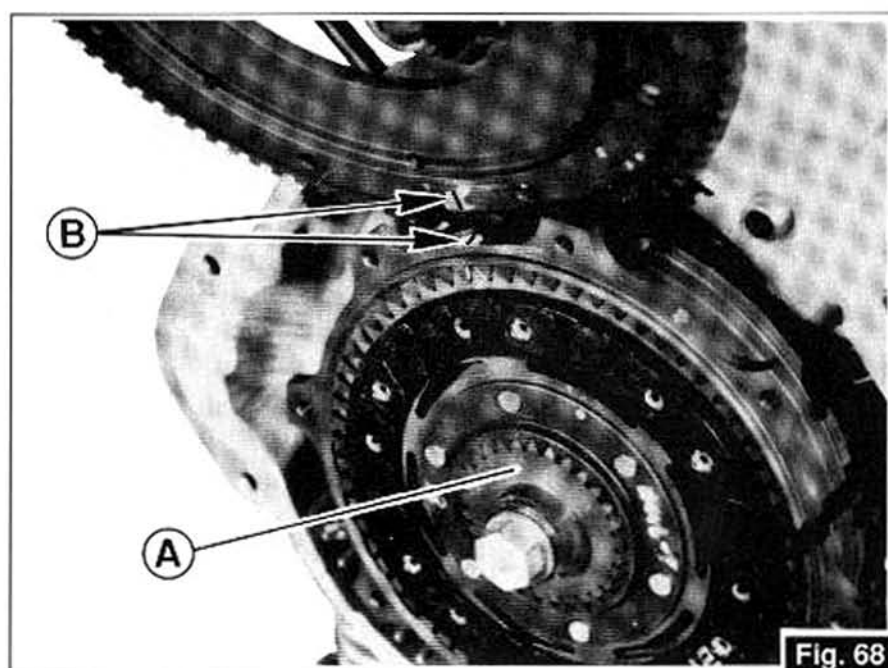

Fig. 68
- Pour le centrage des disques d'embrayage, utilisez l'outil «A» (code 30 90 65 10); bloquez les vis de fixation de la couronne dentée au volant au couple de 1,5+1,7 kgm. Lors du montage de la couronne de démarrage sur le volant, respectez les marques «B» indiquées dans la Fig. 68.
- Für die Zentrierung der Kupplungsscheiben das entsprechende Zubehörteil "A" (Cod. 30 90 65 10) verwenden; Dichtschrauben des Anlaßkranzes auf dem Schwungrad mit einem Anzugsmoment von 1,5+1,7 kgm festschrauben. Beim Wiedereinbau der Anlaßkrone auf dem Schwungrad sind die Gegenzeichnungen «B», die auf der Abb.68 wiedergegeben werden, zu beachten.